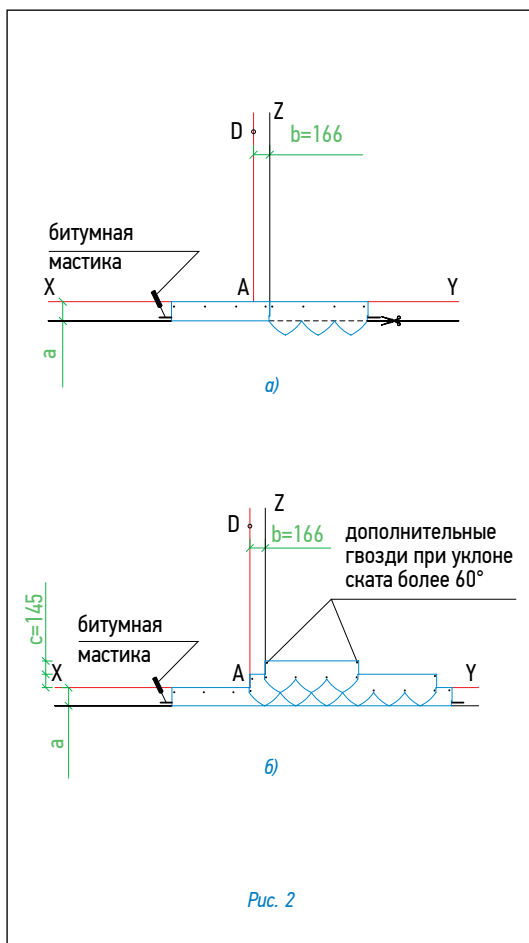

Рис. 2
Укладка материала (рис. 2)
- Начальный ряд формируется из специальной коньково-карнизной черепицы, либо из листов черепицы обрезанных по линии образованной конечными точками вырезов. Элементы начального ряда укладываются по линии карниза в обе стороны от линии Z (рис. 2а) и фиксируются по нижнему краю битумной мастикой, а по верхней кромке 4 гвоздями (ось гвоздей на 5 см ниже верхнего края полосы);
- далее первый ряд черепицы укладывается от линии AD (рис. 2б);
- второй ряд укладывается от линии Z (со смещением 16,6 см от AD) (рис. 2б);
Каждый лист гибкой черепицы крепится 4 гвоздями в штатных местах таким образом, чтобы гвоздь прошивал и верхний край нижележащего листа черепицы (рис. 2б).